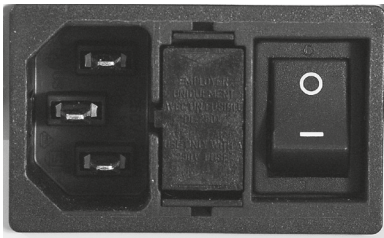

Fig. 1
- Lösen Sie den Rastverschluss des Sicherungshalters (20/8) zwischen Netzschalter (19) und Netzstecker (18) mit geeignetem Werkzeug (Abb. 1).